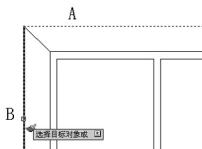

图 2.53 利用【特性匹配】命令换图层
(1) 单击【标准】工具栏上的【特性匹配】图标  或选择菜单栏中的【修改】|【特性匹配】命令, 启动【特性匹配】命令。
(2) 在选择源对象: 提示下, 选择已经被换到【室外】图层上的 A 线。此时 B 线变虚并且光标变成大刷子形状, 如图 2.53 所示。